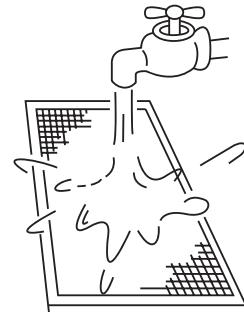

Рис. 6-4
- используя проточную воду, прополите фильтр лицевой стороной вниз (см. рис. 6-4).